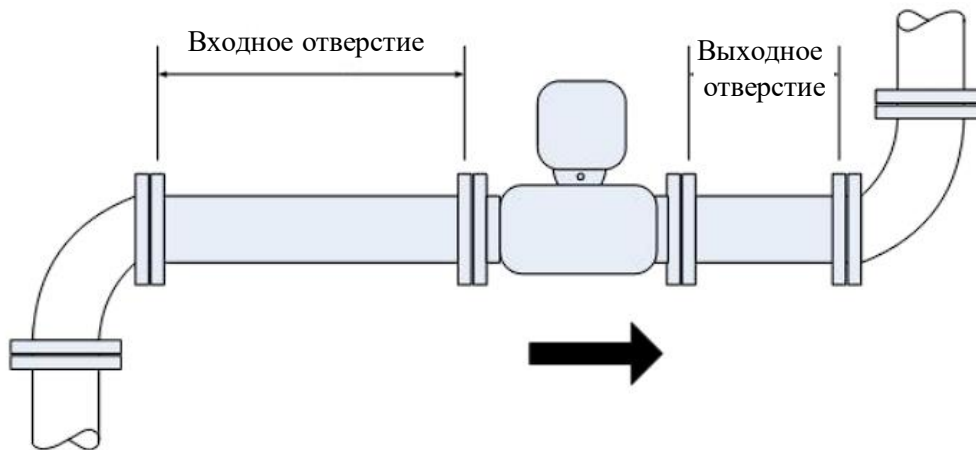

Рисунок 4 Требования к передним и задним прямым участкам труб
- d) Входной и выходной патрубки расходомера должны быть оборудованы неблокируемыми прямыми участками труб, как показано на рис. 4. Требования к переднему и заднему прямому участку трубы для типовых условий эксплуатации приведены в табл. 4. Установка регуляторов расхода (выпрямителей) может уменьшить требуемую длину прямых труб;